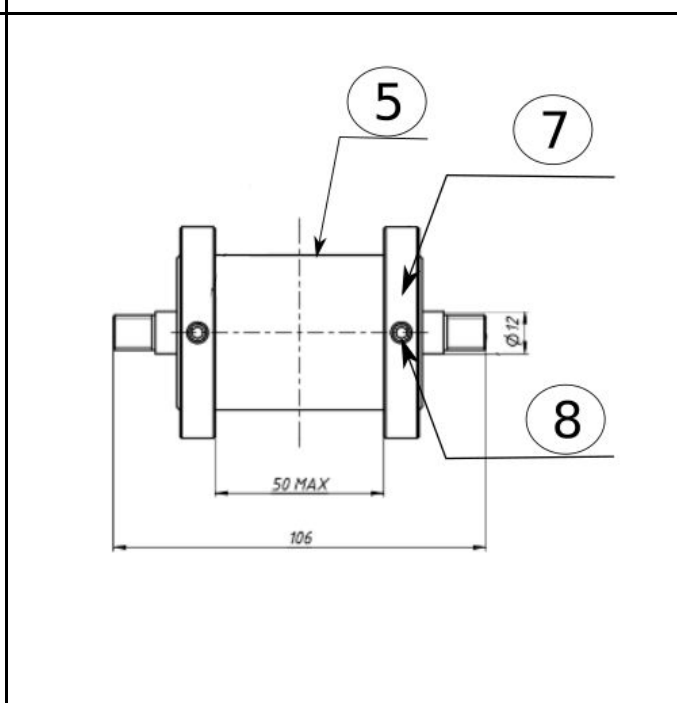

Рис. 4. Профилегип "Булат". Вид вала
2. Используя стопные кольца на стопном кольце (№7 на Рис. 4) подберите под ширину профиля ширину вала. Для этого открутите болт фиксации (№8 на Рис. 4) на, сдвиньте на необходимое расстояние и зафиксируйте винтом. Установите и закрепите вал на раму профилегиба.